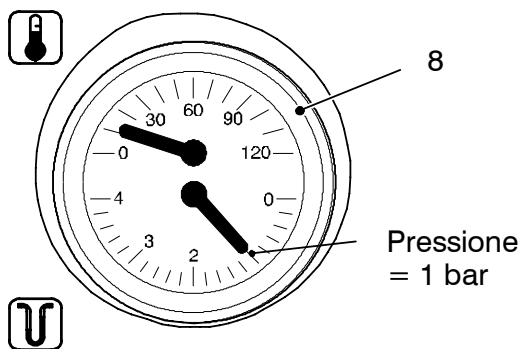

fig. 3.2
Aprire il rubinetto di riempimento 15 in fig. 3.1 posto sotto la caldaia e verificate contemporaneamente la pressione del circuito riscaldamento sul termomanometro 8 in fig. 3.2
Verificate la pressione del circuito di riscaldamento 8 in fig. 3.2, ed eventualmente provvedete al riempimento vedi sez.3.1
**Pressione bassa del termomanometro 8 in fig. 3.2**
Controllate sul termomanometro 8 in fig. 3.2 che la pressione del circuito di riscaldamento non sia prossima a 3 bar; in questo caso si consiglia di scaricare parte dell'acqua dell'impianto attraverso le valvole di sfogo d'aria presenti nei termosifoni in modo da riportare la pressione ad un valore regolare.